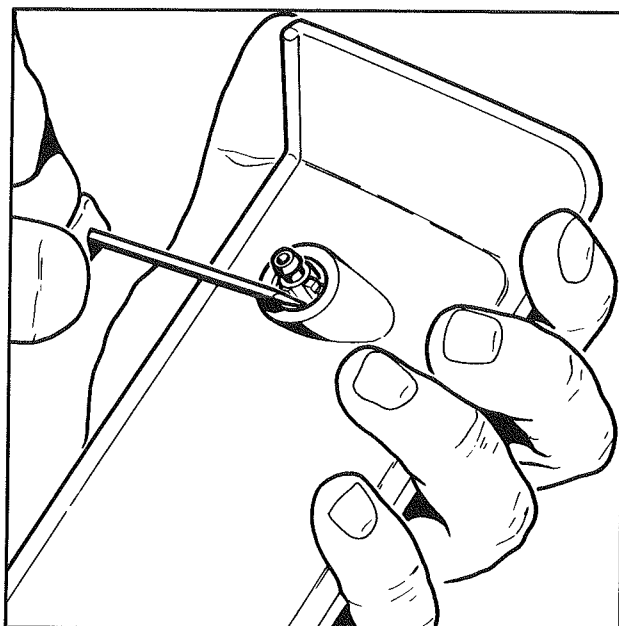

Fig. 3
- Le gicleur étant clipsé sur la prise d'air de tôle d'auvent, la **dépose du gicleur ne peut se faire que sur prise d'air déposée** (fig. 3).